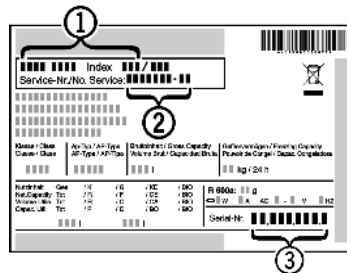

Fig. 7
▶ Relever la désignation de l'appareil *Fig. 7 (1)*, le n° de service *Fig. 7 (2)* et le n° de série *Fig. 7 (3)* sur la plaquette signalétique. Cette plaquette se trouve sur la paroi intérieure gauche de l'appareil.
- ▶ Informer le S.A.V. et lui communiquer la panne, la désignation de l'appareil *Fig. 7 (1)*, le n° de service *Fig. 7 (2)* et le n° de série *Fig. 7 (3)*.